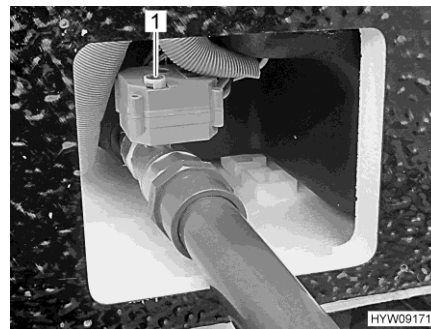

Bild 164 Ratt (avloppsventil)
- För att öppna avloppsventilen, dra ratten (Bild 164,1) uppåt och vrid moturs till stoppläge. Vridriktningen (O för öppna, S för stänga) är markerad på ratten.
- För att stänga avloppsventilen, dra ratten (Bild 164,1) uppåt och vrid medurs till stoppläge.